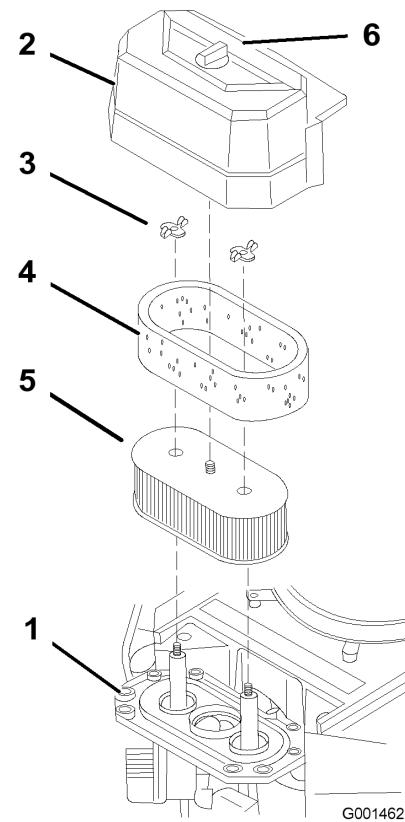

Figura 22
3. Limpie alrededor del limpiador de aire de forma que la suciedad no penetre en el motor y cause daños (Figura 22).
4. Desenrosque el pomo de la cubierta y retire la cubierta del limpiador de aire (Figura 22).
5. Desenrosque las 2 tuercas de orejeta y retire el conjunto del limpiador de aire (Figura 22).
6. Retire cuidadosamente el filtro de gomaespuma del filtro de papel (Figura 22).
1. No llimpie el filtro de papel. Cámbielo cada 200 horas de funcionamiento (Figura 22).
1. Deslice cuidadosamente el filtro de gomaespuma sobre el filtro de papel (Figura 22).
2. Coloque el conjunto del limpiador de aire sobre la base del limpiador de aire y fíjelo con 2 tuercas de orejeta (Figura 22).
3. Coloque en su posición la cubierta del limpiador de aire y apriete el pomo de la cubierta (Figura 22).